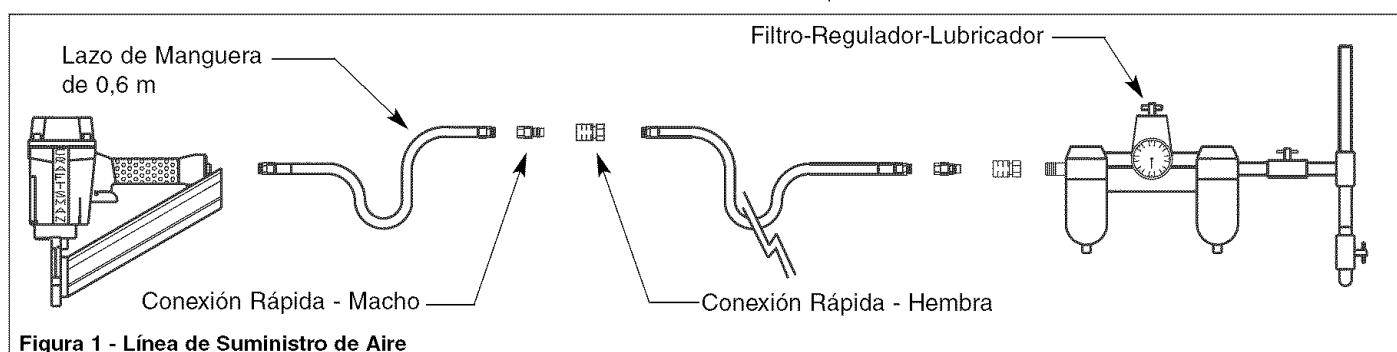

Figura 1 - Línea de Suministro de Aire
Refiérase a la Figura 1 (página 11).
- Se requiere un sistema de filtro-regulador-lubricador, el cual se debe colocar tan cerca de la herramienta como sea posible (vea la Figura 1). Recomendamos una distancia no mayor a 4,6 m.